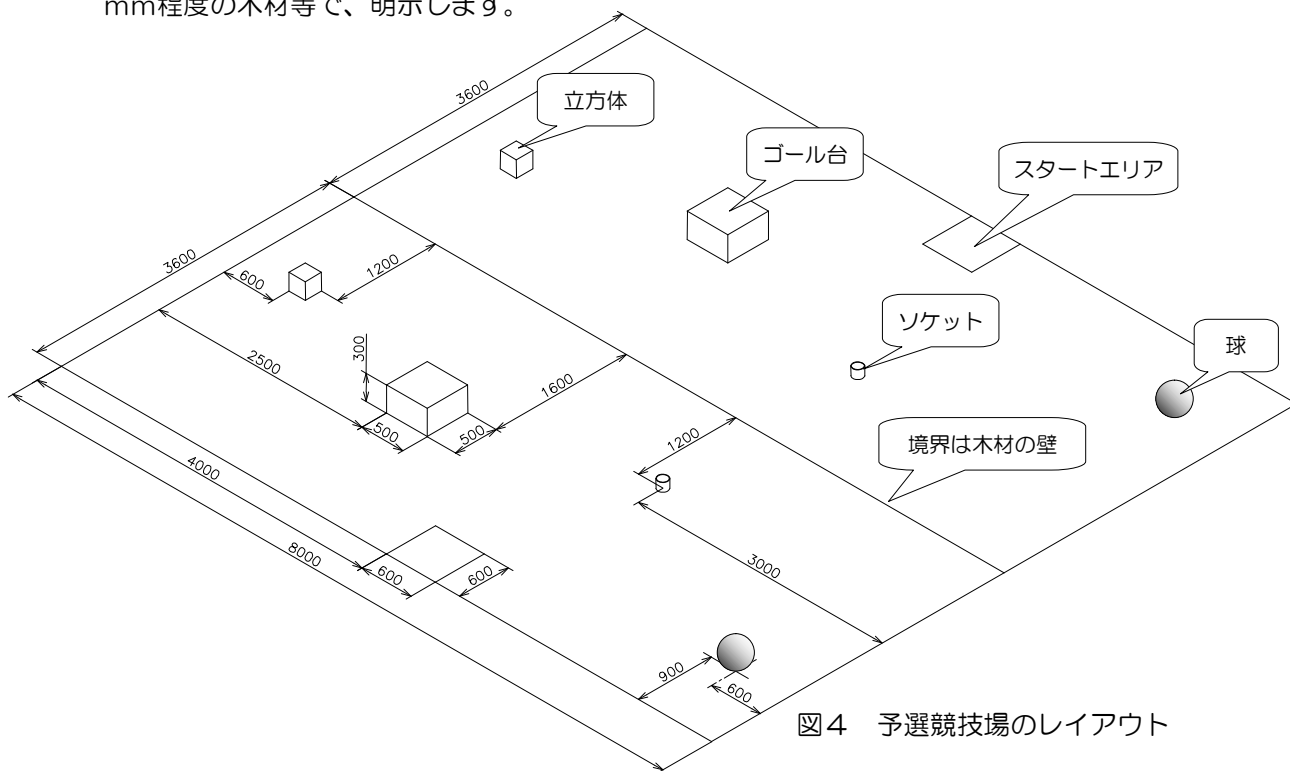
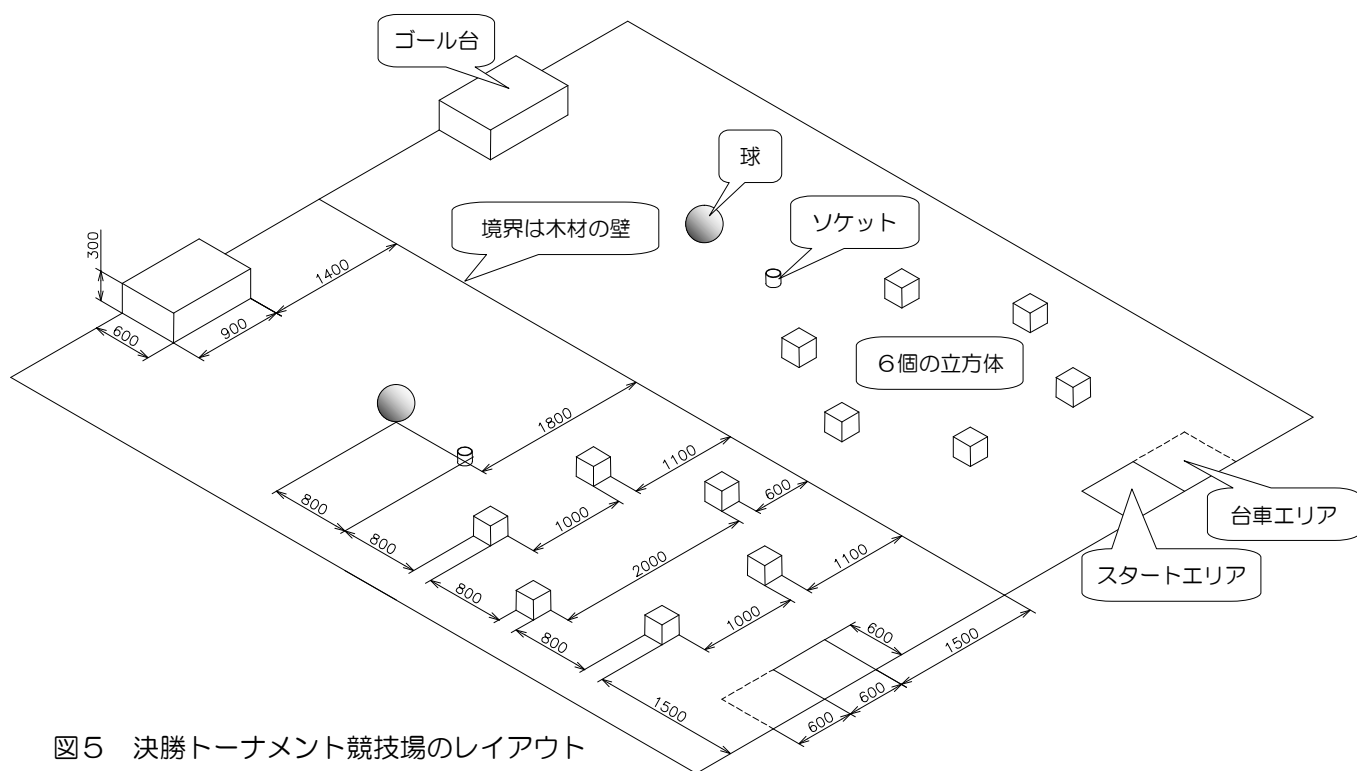

図4 予選競技場のレイアウト
図5 決勝トーナメント競技場のレイアウト
### 3. 競技場概要【予選競技場（図4）、決勝トーナメント競技場（図5）】
(1) 対戦相手は予選順位を基に下のよう決定します。同一校同士が同ブロックに入っても調整はしません。
- (2) 操縦者は1名です。コントローラからの制御コードの取り扱いも操縦者が行います。
- (3) 操縦者は競技開始10分前にロボットと台車（必要なチームのみ）を持って競技受付へ来て下さい。合図が出たら、操縦者はロボットをスタートエリアに、台車を台車エリアにセットします。それぞれのワークを、図5の決勝トーナメント競技場のレイアウトのように、審判がセットします。
- (4) スタートの合図で計時が開始されます。